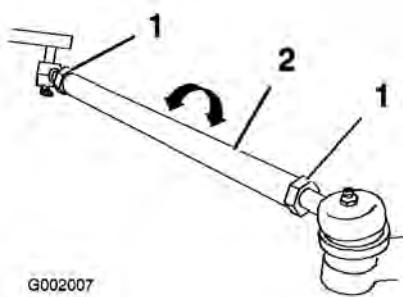

Figura 58
5. Se la misura non rientra nel campo specificato, allentate i controdadi da ambo i lati dei tiranti (Figura 58).